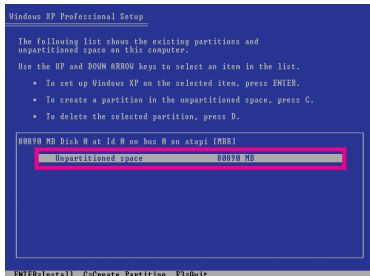
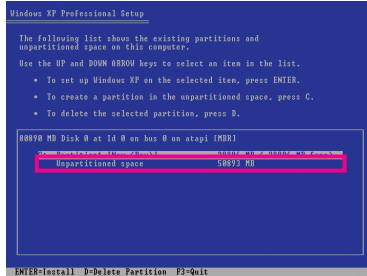

図 1
図 2
2. ハードドライブを分割しているとき (図 1)、Xpress Recovery2 用に割り当てられていないスペースを残しておいてください (10 GB 以上を推奨します)。実際のサイズ要件は、データ量によって異なります (図 2)。